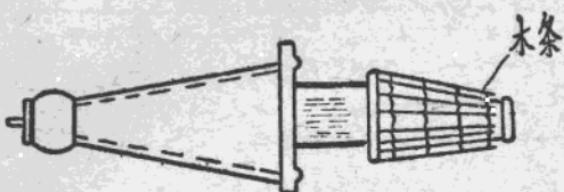

图 3
4. 向套管上套套盘时或把套管立放在架子上时，套管的下半部瓷裙应用细繩编起的木条保护（如图 3），以免瓷面受到损坏。